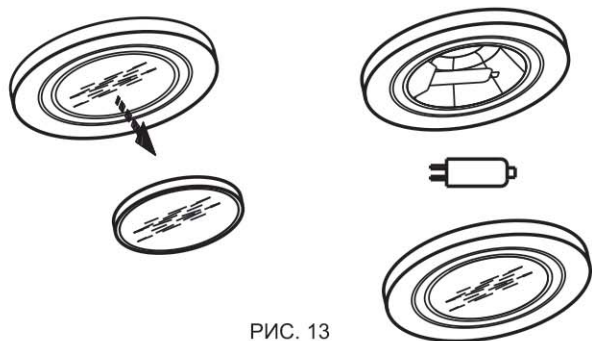

РИС. 13
8.6 Замена галогенной лампы (рис. 13):